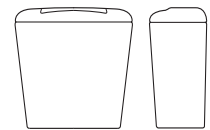

Рис.9
- кнопочный с нижней подводкой (рис. 9).